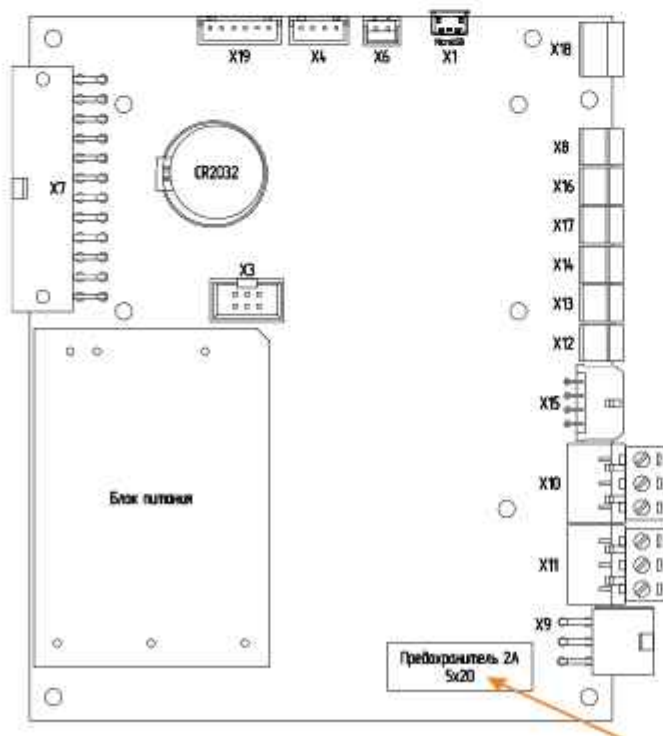

Рис.18 Плата контроллера
3. замените предохранитель рис.18 (запасной предохранитель в базовой комплектации котла).